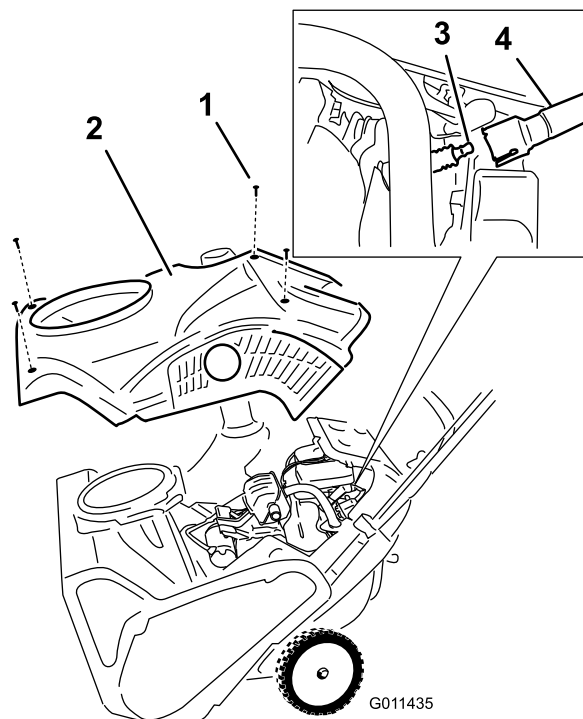

图26
4. 拧下固定保护罩的4个螺丝 图26。
6. 取下保护罩 图26。